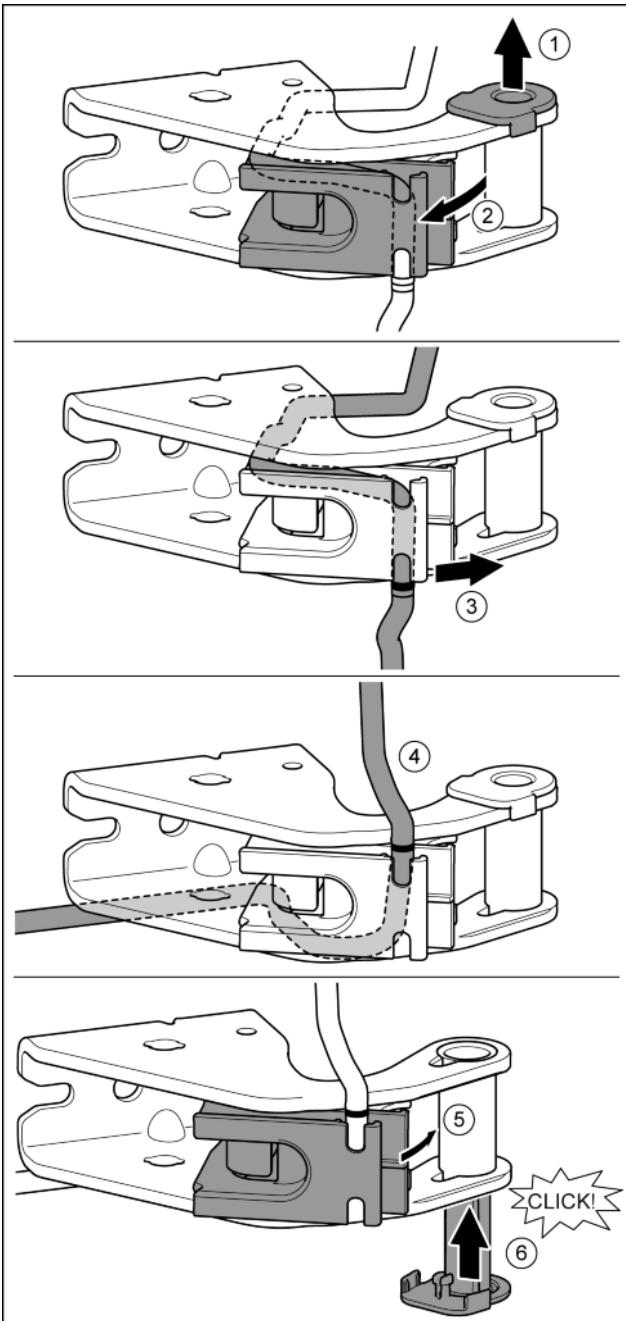

Fig. 26
- Опорную втулку вывести из направляющей. Fig. 26 (1)
- Отвести в сторону держатель кабеля. Fig. 26 (2)
- Высвободить кабель из направляющей. Fig. 26 (3)
- Вставить кабель, перевернув его в обратную сторону. Fig. 26 (4)
- Вернуть держатель кабеля в исходное положение. Fig. 26 (5)
- Установить и зафиксировать опорную втулку с другой стороны. Fig. 26 (6)